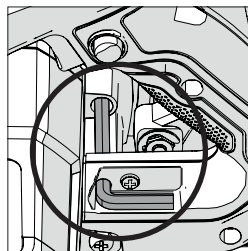

Fig. 1
- Localice la llave hexagonal de cambio de hoja suministrada, que se encuentra en la instalación de almacenamiento de a bordo (situada de forma similar en todas las máquinas). (**Fig. 1**)